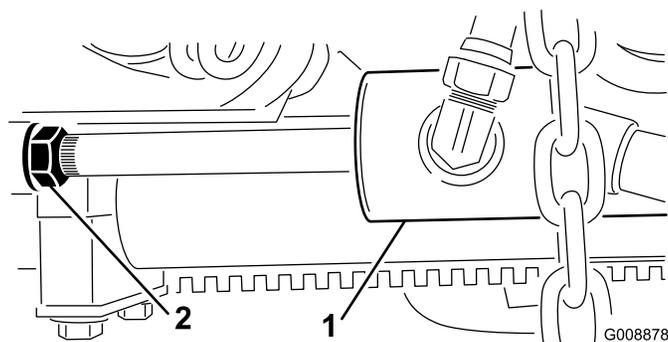

Figura 27
B. Allentate il controdado sul cilindro (Figura 27).